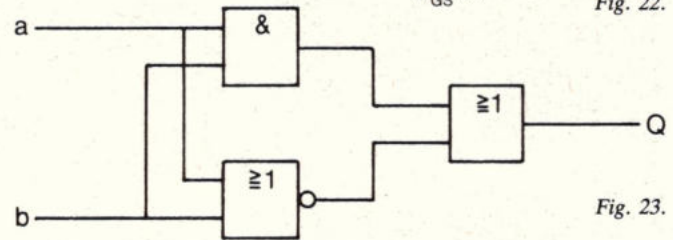

Fig. 23.
8. Geef de waarheidstabel van de schakeling van fig. 23.